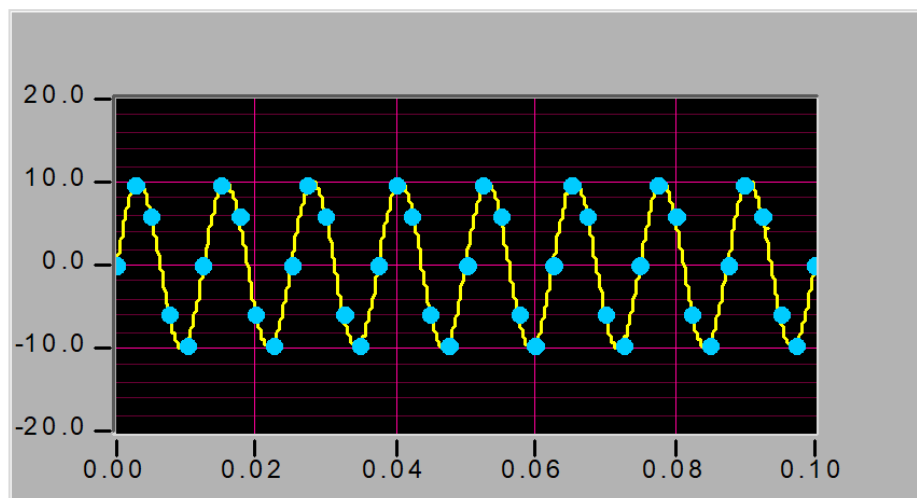

Figura 1.3: Supraeșantionarea unui semnal [1].
- **Supraeșantionare (Oversampling)** → crește acuratețea, dar necesită mai multe resurse (Figura 1.3).